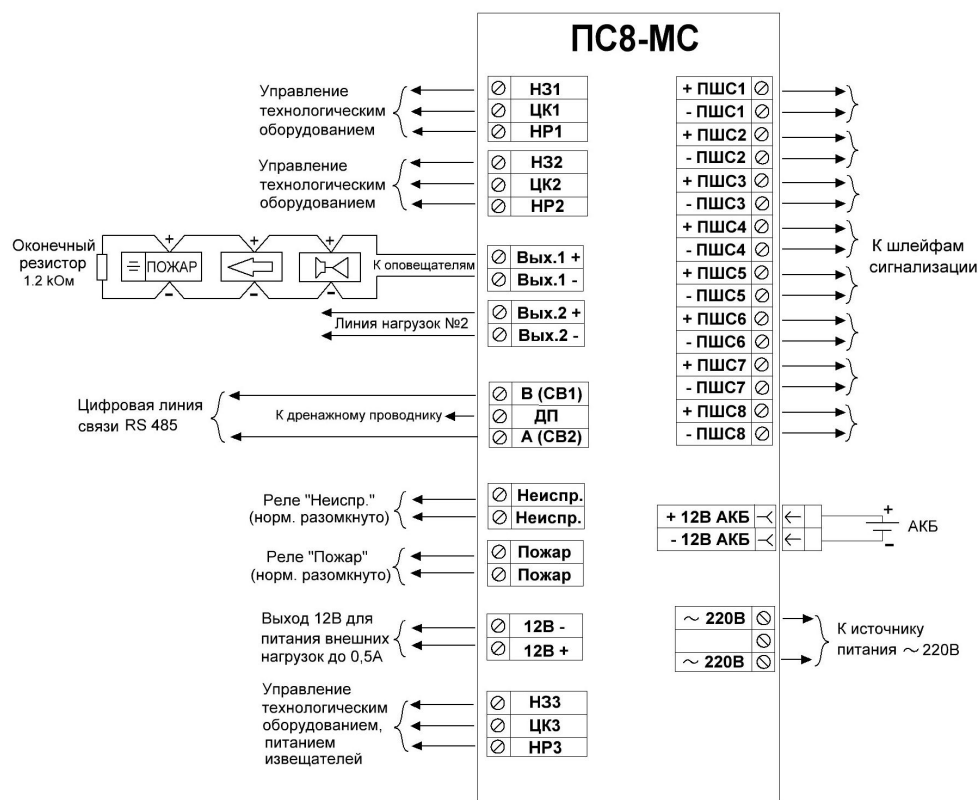

Рис.12 – Монтажная схема ПС8-МС
- ❖ произведите подключение цепей согласно монтажной схемы (Рис.12). Подключение извещателей пожарных дымовых линейных с питанием по отдельной линии осуществляется согласно схеме на рисунке 13. Используемое при этом реле для отключения питания при верификации должно быть соответствующим образом сконфигурировано (раздел 7).